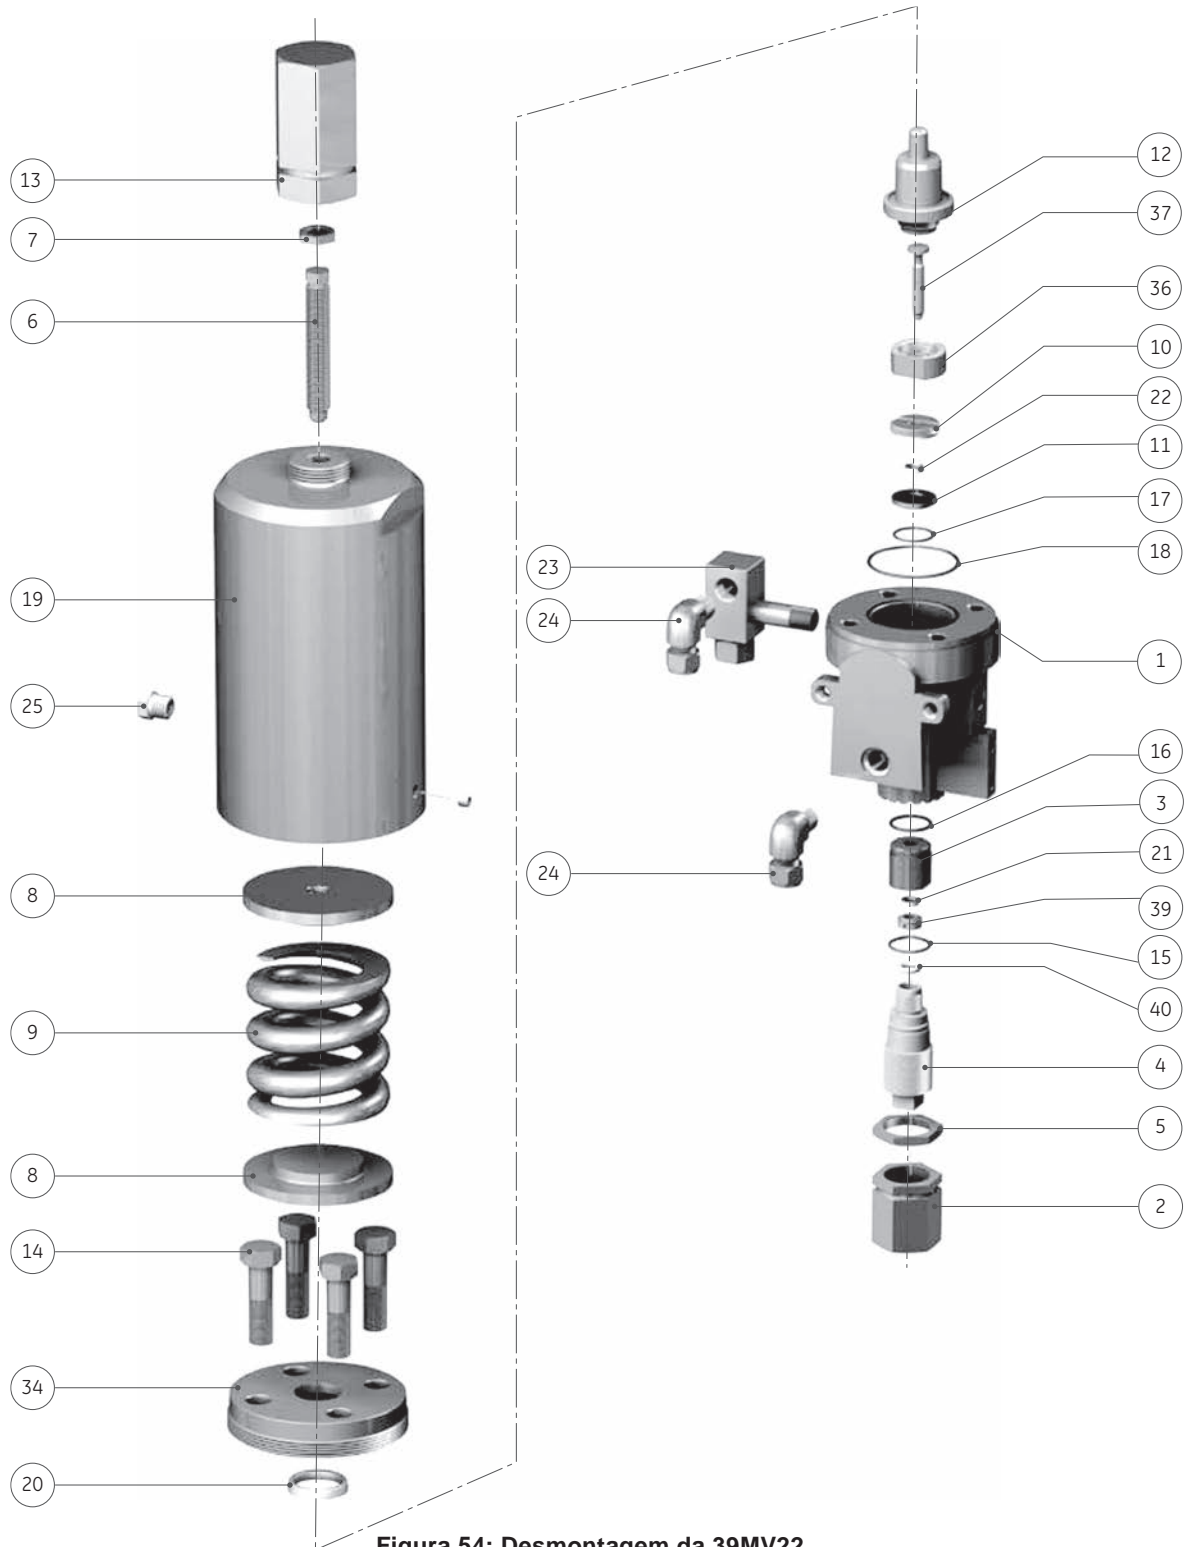

Figura 54: Desmontagem da 39MV22
3. Se uma alavanca de elevação estiver instalada, também use a Figura 52 para remover o conjunto da Alavanca de Elevação. Então volte à Figura 54 ou 55 para continuar a desmontagem.